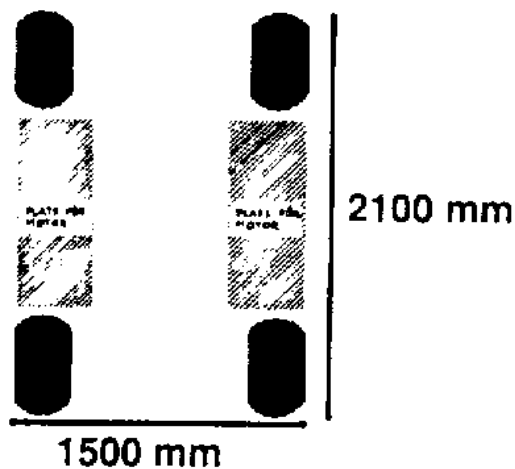

Fig. 6. Alternativ motorplacering (streckade fält). Max-mått bredd och längd
- Vevhuset med, växellådan integrerad, ska härstamma från en serietillverkad motorcykelmotor eller ATV och ska finnas att köpa inom NEZ-zonen. Ingen motor får vara nyare än det år som tävlingarna ingår i. Motorn ska placeras på höger eller vänster sida om föraren (se Fig. 6).